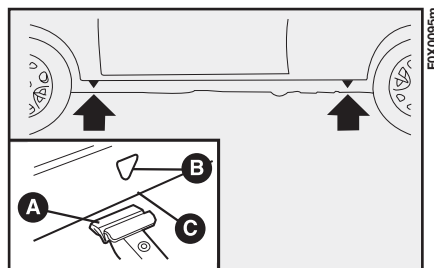

fig. 114
- 4) Sistemare il cric in corrispondenza del simbolo B-fig. 114 vicino alla ruota da sostituire e assicurarsi che la scanalatura A del cric sia ben calzata nel longerone C.